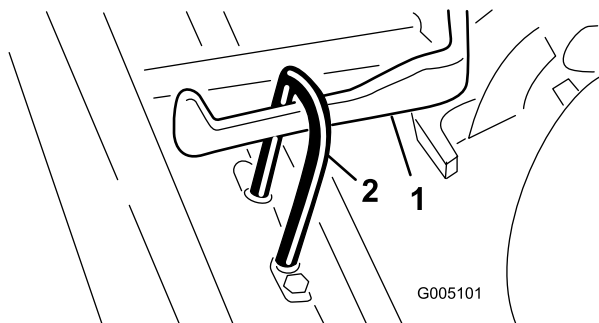

Figure 6
- Poussez l'unité de coupe sous le cadre de traction en accrochant le crochet de levage au bras de levage (Figure 6).